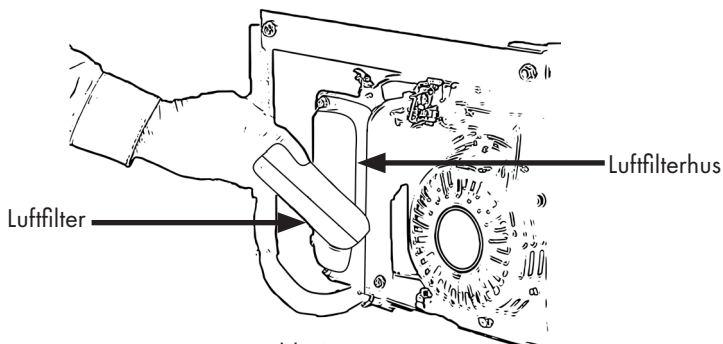

Bild 19
- Ta bort luftfiltret från luftfilterhuset, Fig. 19.